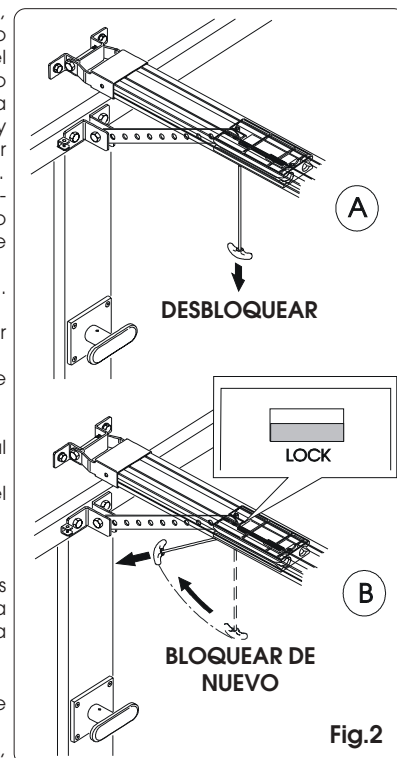

Fig.2
- Desbloquear el operador tirando hacia abajo la manilla de desbloqueo (fig. 2 ref. A).
- Volver a bloquear la automatización tirando horizontalmente de la manilla (fig. 2 ref. B) y comprobar que al soltarla la ventana "LOCK" situada debajo del carro se ha puesto de color rojo, porque esto indica que el dispositivo se ha rearmado.